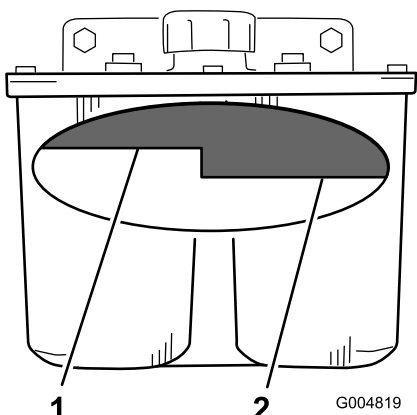

Figura 72
2. Pulite intorno al collo del bocchettone del serbatoio idraulico (Figura 72).
3. Togliete il tappo dal collo del bocchettone. Guardate all'interno per verificare se il serbatoio contiene del fluido (Figura 72).
- Nota:** Quando è caldo, il fluido deve raggiungere la parte superiore del livello a caldo sul diaframma (Figura 72).